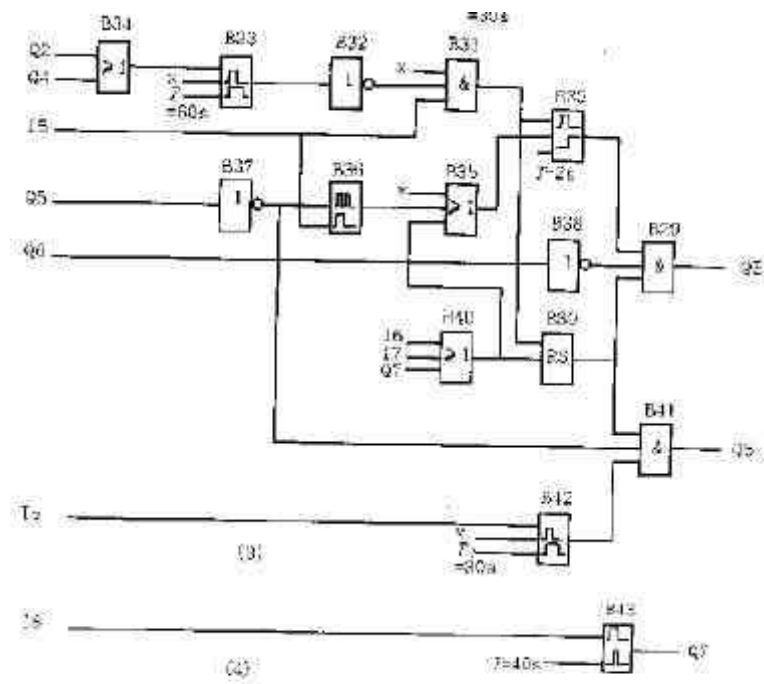

图 3 程序原理图
LOGO! 采用其特有的逻辑电路图形式编程，每台电动机的启动，停止及保护程序如图 3 所示，其中图(1)、(2)、(3)分别对应 3 台电动机的起停程序，图(4)为启动超时程序。整个程序不仅实现了电动机的启动、停止，而且还保证了 3 台电动机不能同时启动，并且有防止突然停电后再来电而误动作的保护功能。克服了启动瞬间与某台电动机有关的 3 个接触器同时动作的情况。此外，用户还可根据需要加装电动机保护器，让电动机多一层保护。
3.2程序原理(以图3(1)为例)